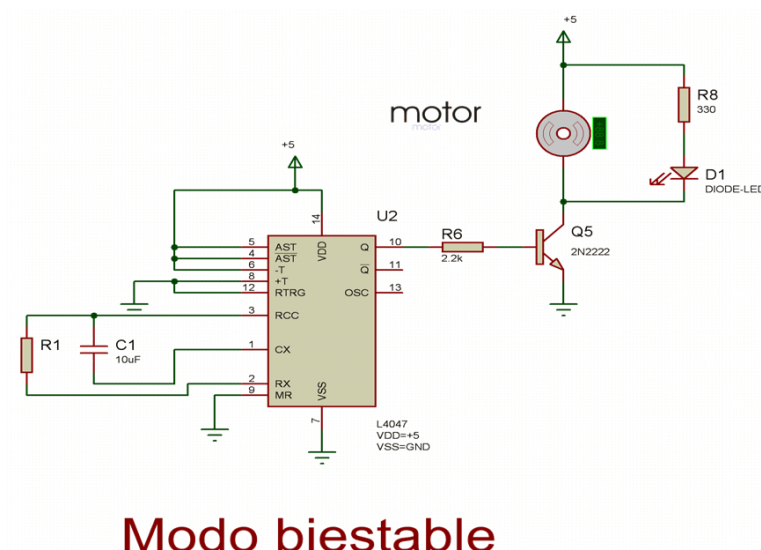

Figura 6: Montaje 1
- Calcular el valor de  $R1$  para que el temporizador tenga un periodo de aproximadamente 10s, con la configuración que se muestra en la Figura 6. ( $T = 4.4RC$ , con  $C=10\mu\text{F}$ )